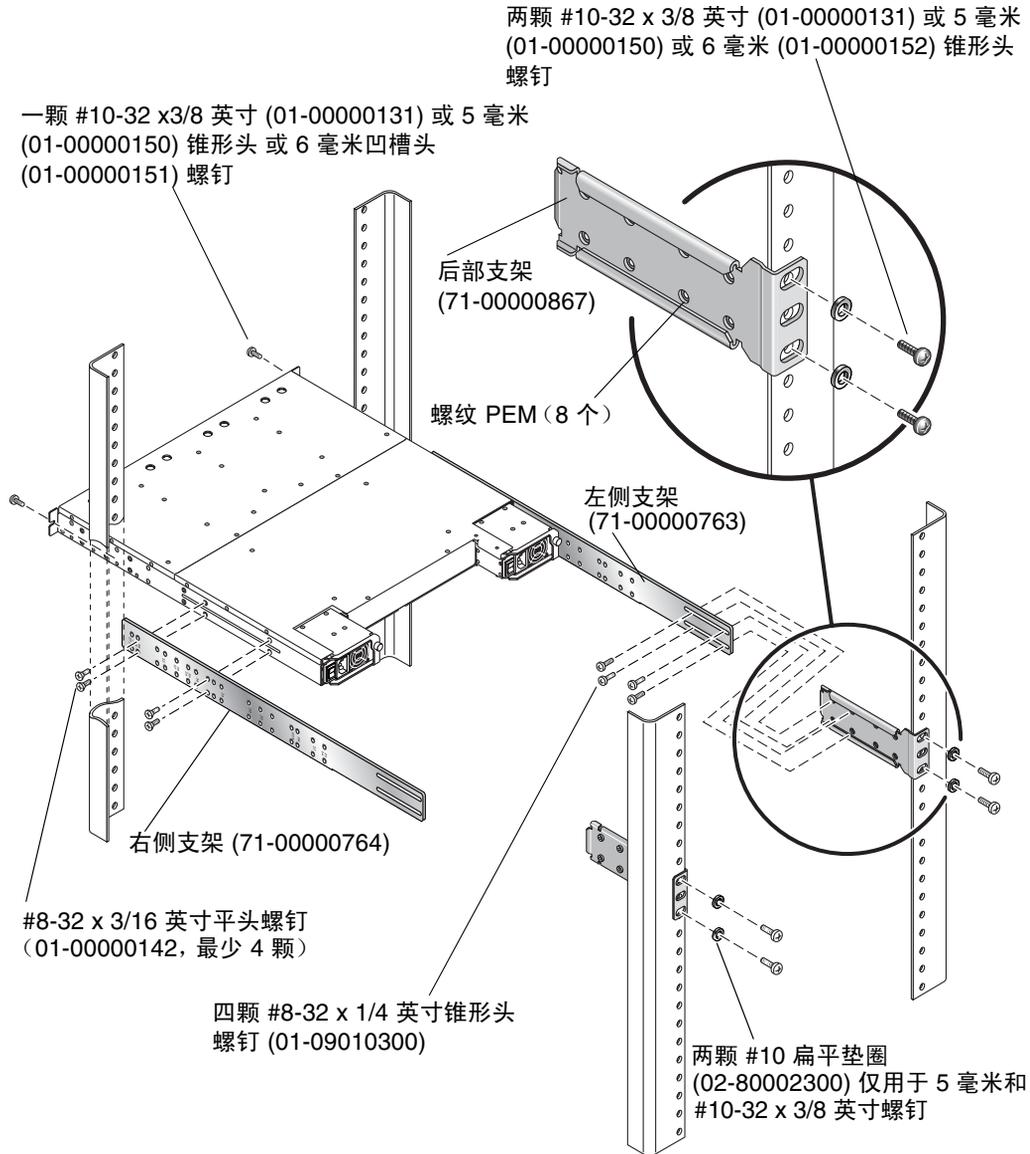

图 2-4 使用后支架的机柜机架安装
在安装过程中请参考图 2-4。
6. 使用总共四颗螺钉和四只垫圈将后部支架连接到后部立柱上（将一个支架连接到立柱上需要两颗螺钉）。（请参见图 2-4。）
8. 用两颗合适的螺钉连接并固定阵列的正面安装盖（每个盖需要一颗螺钉，如图 2-4 所示）：